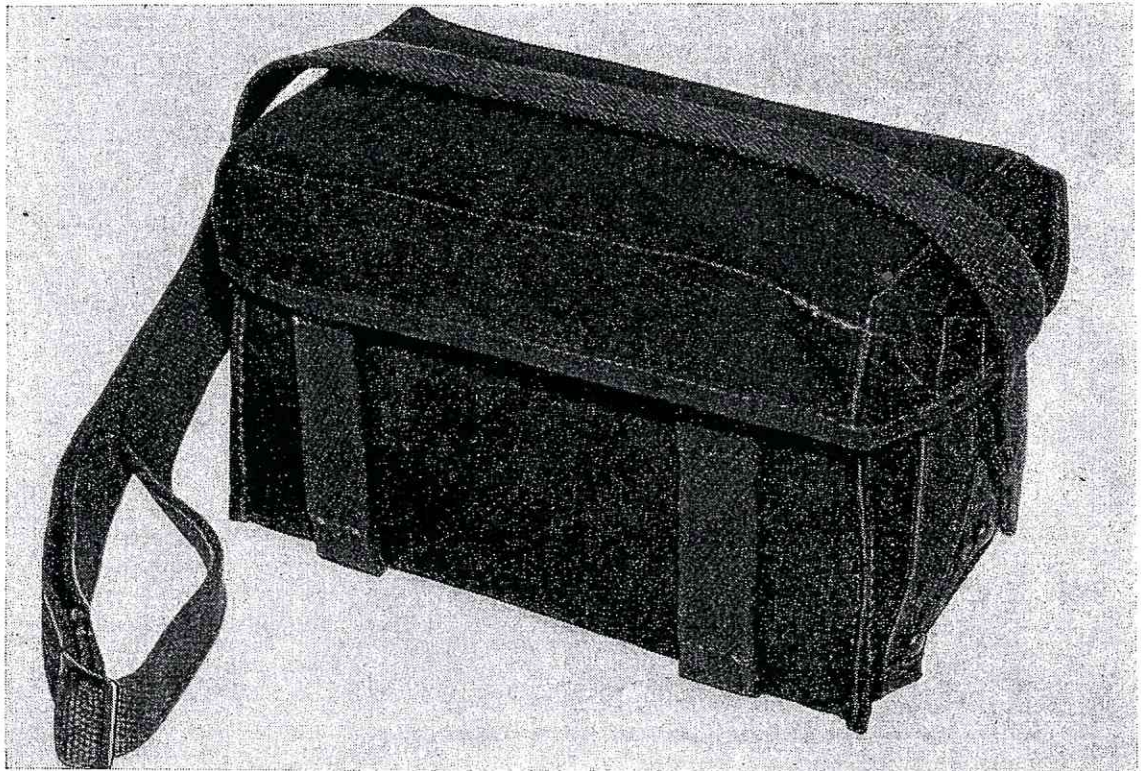

Fig. 2 Intensitetsmåleren i taske, lukket.
4.1.2. Taske. Den til måleren hørende taske (fig. 2) er udført af sejldug og således konstrueret, at den tillader en uhindret betjening af måleren.